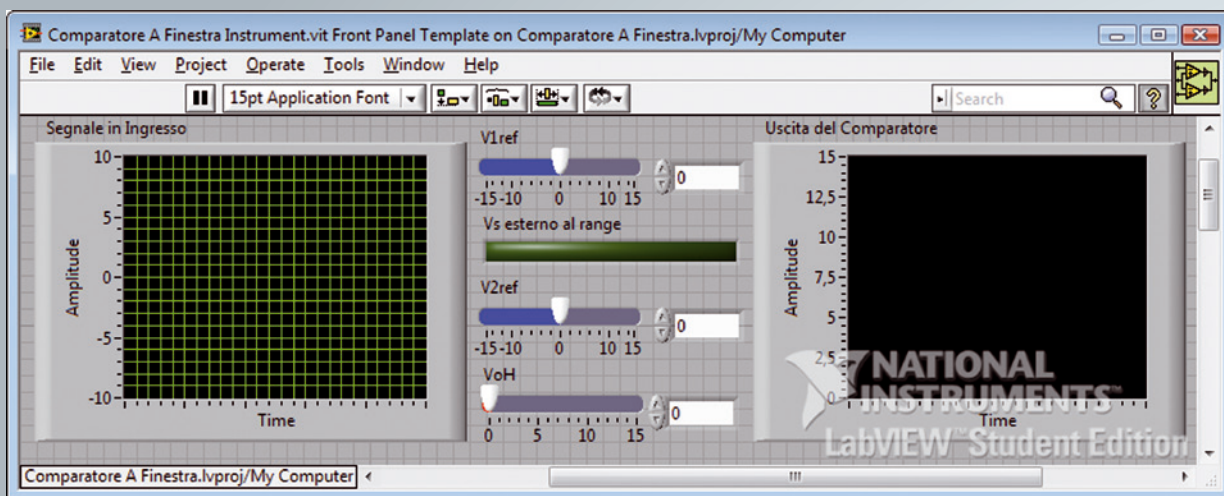
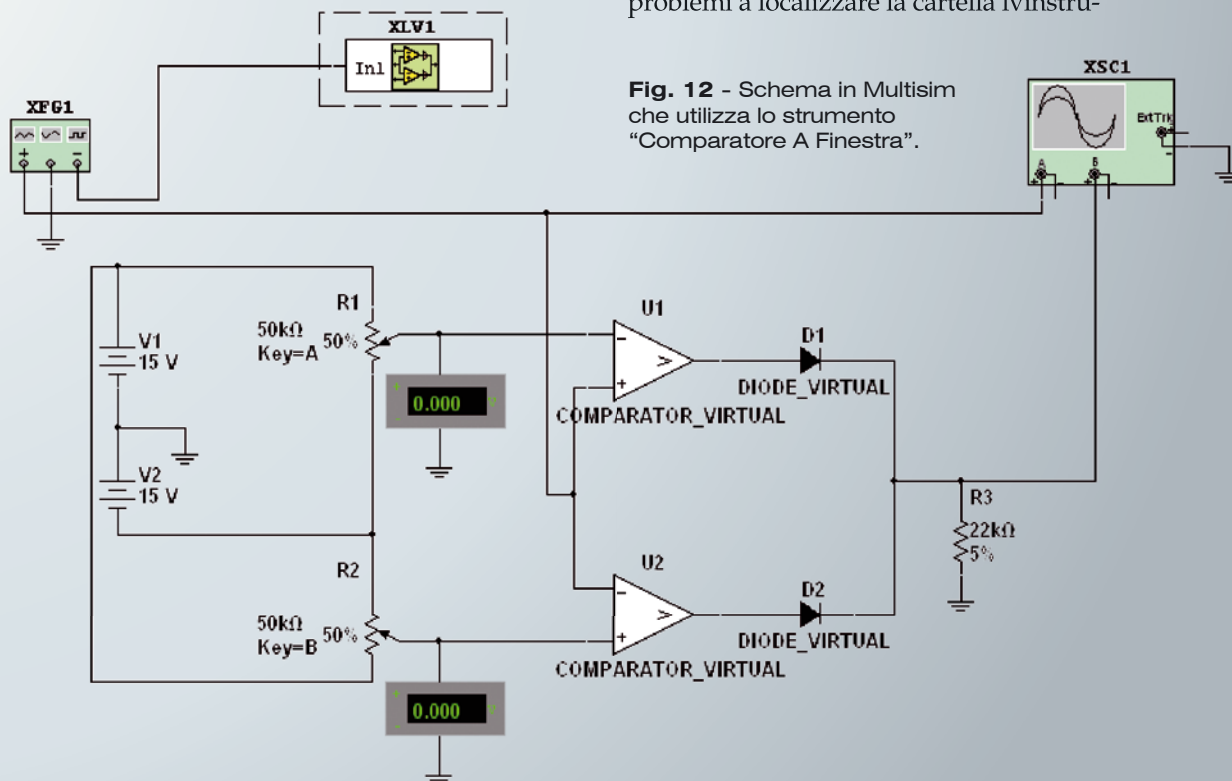

Fig. 9 - Front Panel di "Comparatore A Finestra.vi".
Fig. 12 - Schema in Multisim che utilizza lo strumento "Comparatore A Finestra".
2. Costruire uno schema come riportato in **Fig. 9** composto da:
A questo punto bisogna creare uno schema elettrico, come riportato in Fig. 12, che contiene sia la realizzazione circuitale di un comparatore a finestra con operazionali, sia lo strumento LabVIEW "Comparatore A Finestra" appena creato, in modo da poter confrontare le due diverse modalità di simulazione e vedere come Multisim e LabVIEW interagiscono (Fig. 12). Dopo aver lanciato il **Run**, facendo doppio clic sul VI e sull'oscilloscopio si potranno vedere e valutare i relativi grafici. In alternativa è possibile reperire, nel nostro sito www.elettronica.in.it, ambedue i file *Comparatore a Finestra.ms11* e *Comparatore A Finestra.Ilb*, e provarli direttamente (a patto di installare la libreria nella cartella degli strumenti). Lo strumento creato da noi si presenta con l'icona che mostra un comparatore a finestra (visibile in Fig. 12) e con un pannello frontale (Fig. 9). Il Waveform Chart